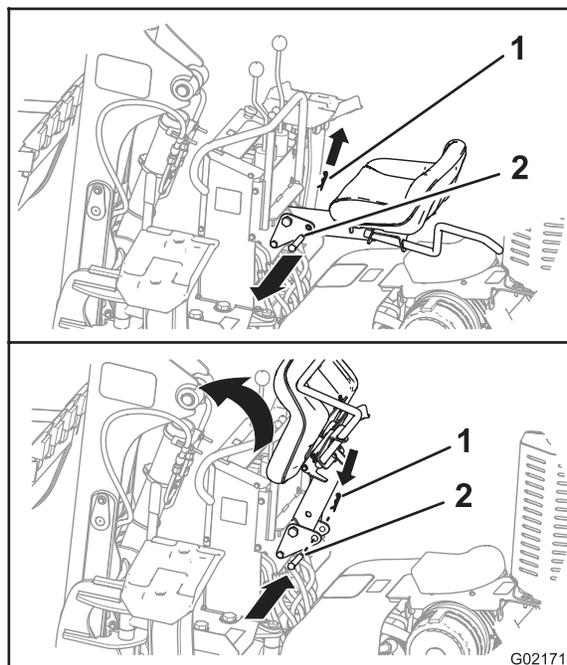

Figura 38
- A. Remova o grampo tipo "R" do pino de trava do banco (Figura 38).
- B. Remova o pino de trava do banco da estrutura da retroescavadeira e do braço do banco (Figura 38).
- C. Levante o braço do banco e introduza o pino de trava do banco nos furos da estrutura da retroescavadeira, mantendo o banco levantado para que haja espaço para remover o painel dianteiro (Figura 38).
- A. Remova o pino de trava do banco e abaixe o braço do banco à posição de operação (Figura 38).
- B. Instale o pino de trava do banco nos furos na estrutura da retroescavadeira e do braço do banco (Figura 38).
- C. Introduza o grampo tipo "R" no furo do pino de trava do banco (Figura 38).